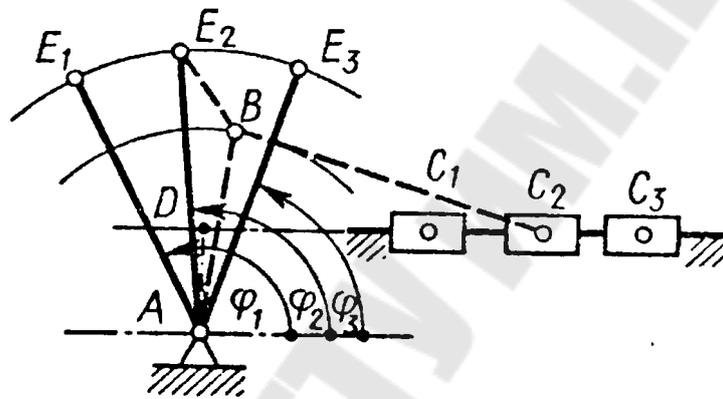

Рис. 9.1
1. Спроектировать схему кривошипно-ползунного механизма, изображенного на рис. 9.1, по трем заданным положениям плоскости кривошипа  $AB$  и трем положениям ползуна  $C$ . Положение плоскости кривошипа задаются в виде трех последовательных положений прямой  $AE$  (углы  $\varphi_1, \varphi_2, \varphi_3$ ), принадлежащей этой плоскости, а положение ползуна - эксцентриситетом  $l_{AD}$  и расстояниями  $l_{DC_1}, l_{DC_2}$  и  $l_{DC_3}$ . Задана длина отрезка  $l_{AE}$ . Определить скорость и ускорение точки  $C$ , если угловая скорость звена  $AB$   $\omega_{AB} = 20 \text{ с}^{-1}$ , для положения, когда угол  $\varphi = 60^\circ$ . Исходные данные приведены в табл. 9.1.